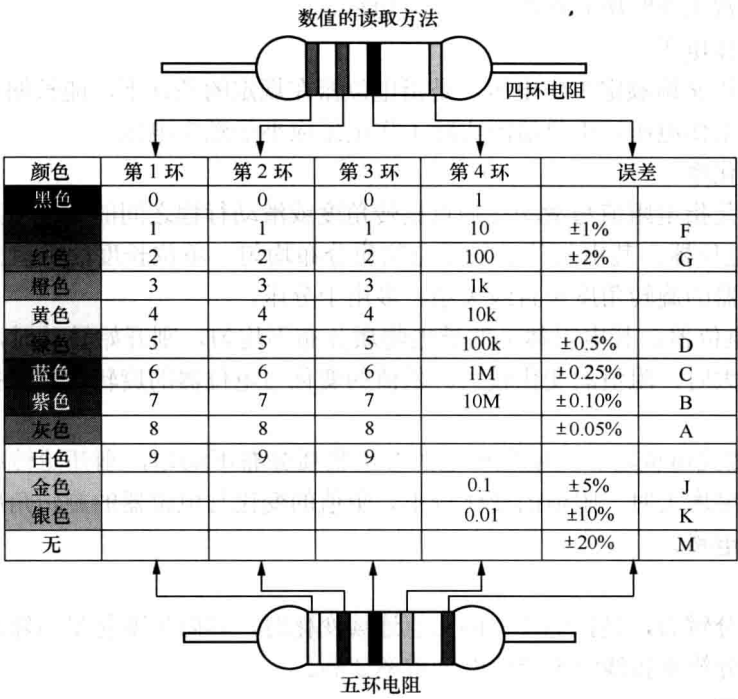

图 1.5 色标法
③ 色标法（又称色环表示法）。色标法是用不同颜色的色环来表示电阻器的阻值及误差等级的方法。普通电阻一般用 4 环表示，精密电阻用 5 环表示。色标法的电阻值一律以欧姆（ Ω ）为单位，颜色与数值的对应关系如图 1.5 所示。